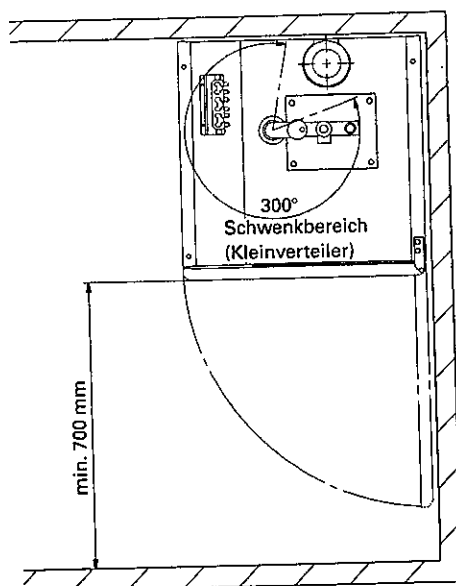

Abb. 2
Mindestwandabstände beachten (siehe Abb. 2 auf Seite 6).
1. Wartungsdeckel ① an der Kesseloberseite abschrauben.
2. Durchführungstülle ② abbauen.
3. Kleinverteiler ③ durch die Bohrung führen, Durchführungstülle ② wieder anbauen und Kleinverteiler ③ in gewünschter Position am Winkelverteiler eindichten. (Schwenkbereich des Kleinverteilers siehe Abb. 2 auf Seite 6).
4. Wartungsdeckel ① anschrauben.